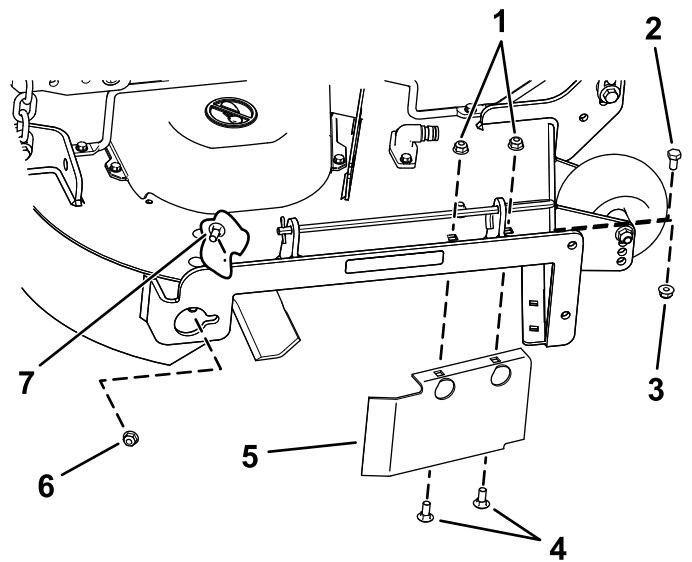

Bild 17
Rückwand des Mähwerks, mit denen das Ablenkblech am Mähwerk befestigt ist (Bild 17).
9. Ermitteln Sie den Ablenkblechschatz an der vorderen Kante der Seitenauswurföffnung (Bild 17).
10. Entfernen Sie die Befestigungen, mit denen die Ablenkblechschatzvorrichtung und das rechte Ablenkblech am Mähwerk befestigt sind (Bild 17).
13. Bringen Sie die Befestigungen an, die Sie vorher aus den vorderen Löchern in der Auswurfplatte und dem vorderen Loch am Mähwerk entfernt haben (Bild 17).